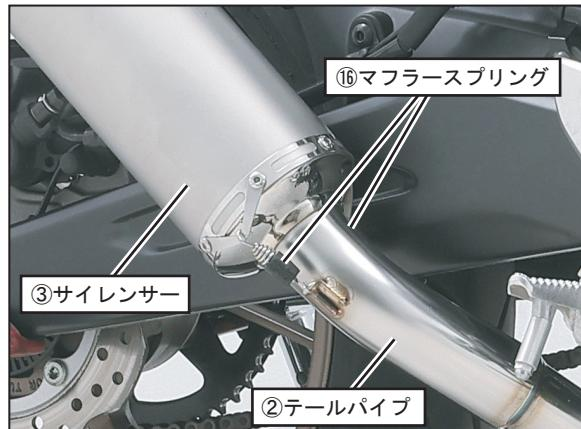

FIG. 13
10. ②テールパイプに③サイレンサーを取り付け、⑯マフラースプリングをスプリング取付工具を使用して取り付けて下さい。（FIG. 13 参照）